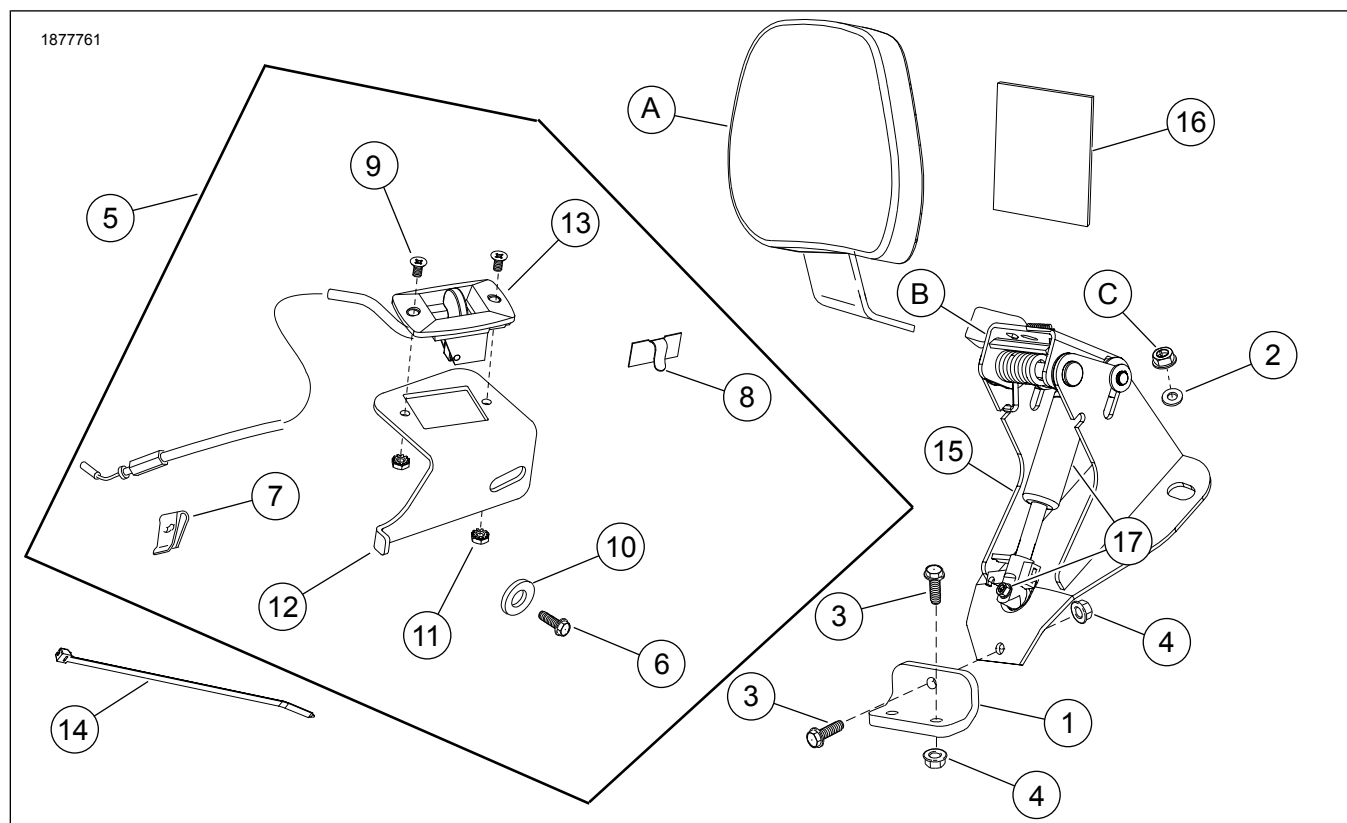

Рисунок 1. Содержимое комплекта Комплект крепежа для монтажа регулируемой спинки сиденья водителя для модели FL
9. См. Рисунок 1 . Установите ручку привода (13) с тросиком в кронштейн ручки привода (12) таким образом, чтобы после установки тросик был направлен вниз.
10. Затяните винты (9) и гайки (11).
14. См. Рисунок 1 . Установите направляющую тросика (8) на кронштейн.